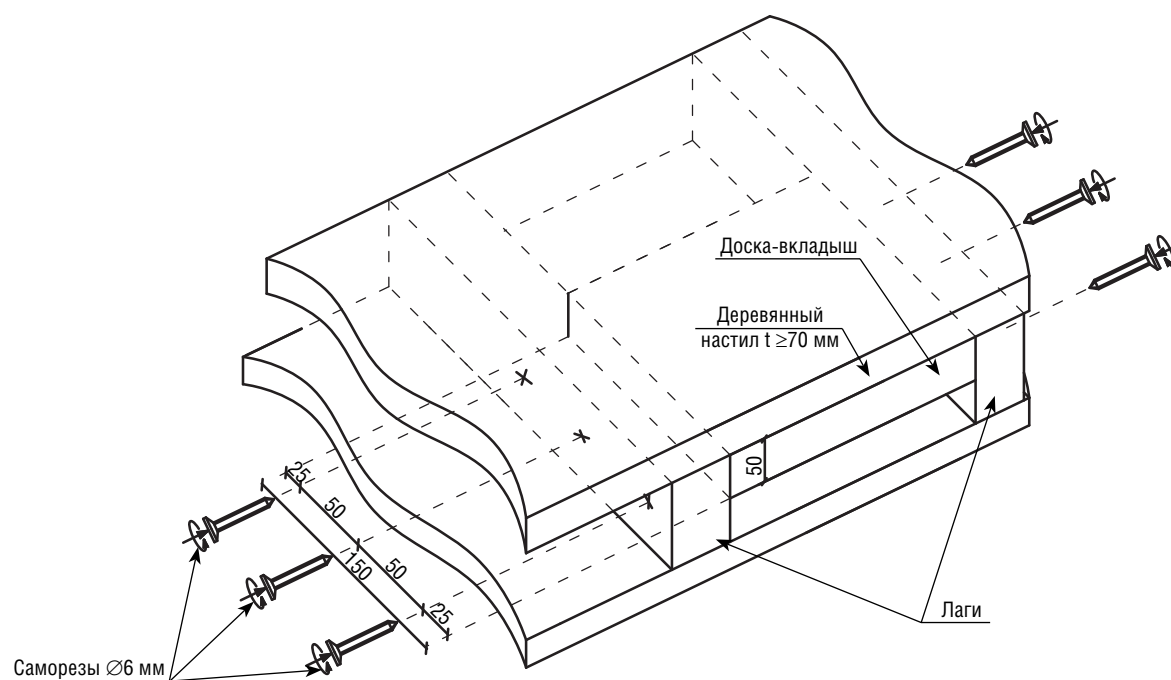

Рис. 1-4
**1.3.2** Если толщина настила менее 70 мм, то в местах расположения центров тумб, под основанием, установите в распор между лагами доски-вкладыши с сечением не менее 50 × 150 мм (рис. 1-4).